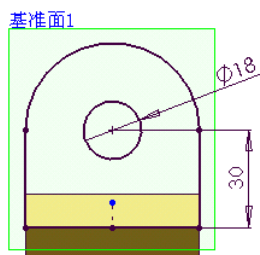

图 1-5 草图
(5) 选取基准面 1，单击【草图绘制】按钮, 进入草图绘制，单击【正视于】按钮, 绘制草图，图 1-5 所示。